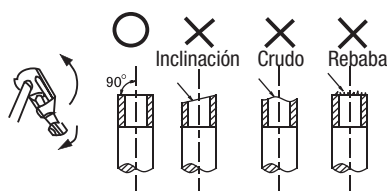

Fig.8-1
- Cortar una cañería con una trincheta para cañerías. (Ver Fig. 8-1)